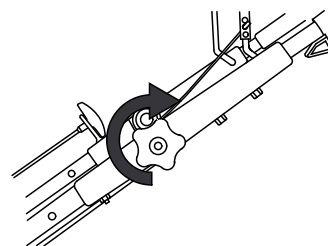

Figure 20
3. Serrez le bouton de la partie supérieure du guidon autant que possible (Figure 20).